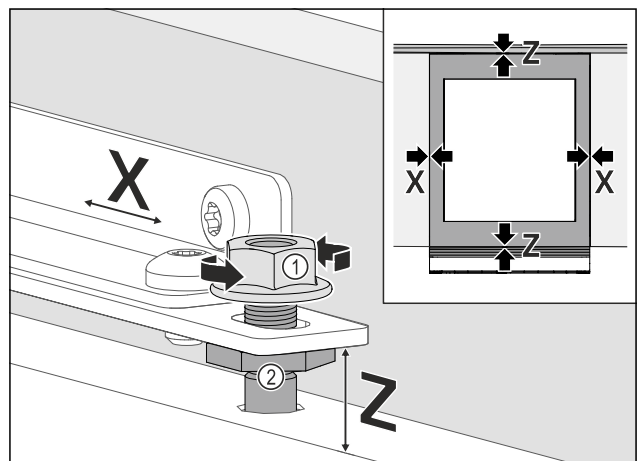

Fig. 97
- Nivelimi i derës së mobilies anash: Lironi kundërdadon Fig. 97 (1), shtyni derën e mobilies në drejtimin X.
- Shtrëngoni kundërdadot Fig. 97 (1).
- Nivelimi i derës së mobilies në lartësinë Z dhe në pjerrësinë anësore: Regjistroni bulonat e rregullimit Fig. 97 (2).